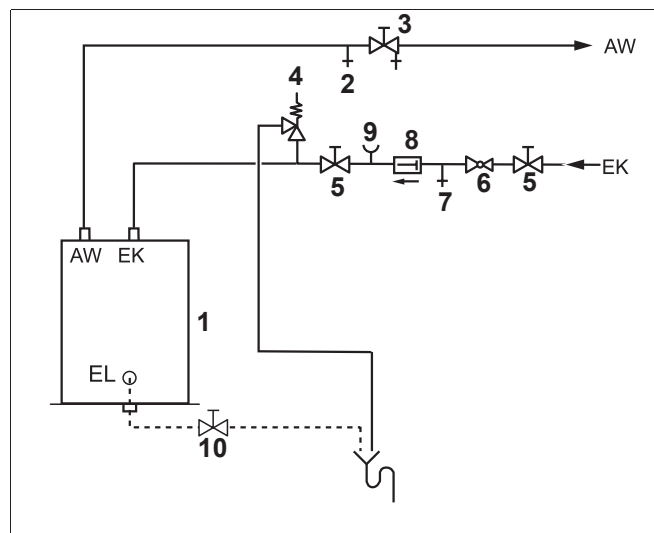

Рис. 11 Монтаж по DIN 1988 (принципиальная схема)
- ▶ Слейте воду из бака. Перекройте запорный вентиль входа холодной воды EK и откройте сливной кран EL рис. 11, стр. 13. Для продувки откройте вентиль продувки и выпуска воздуха или наиболее высоко расположенный водоразборный кран.